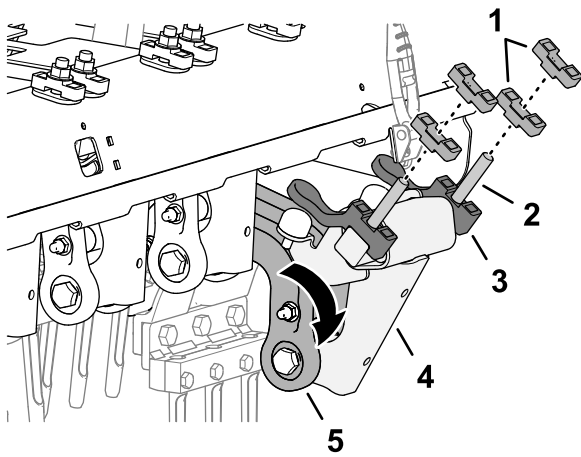

Рисунок 133
3. Поверните звено демпфера и вал демпфера вниз (Рисунок 133).